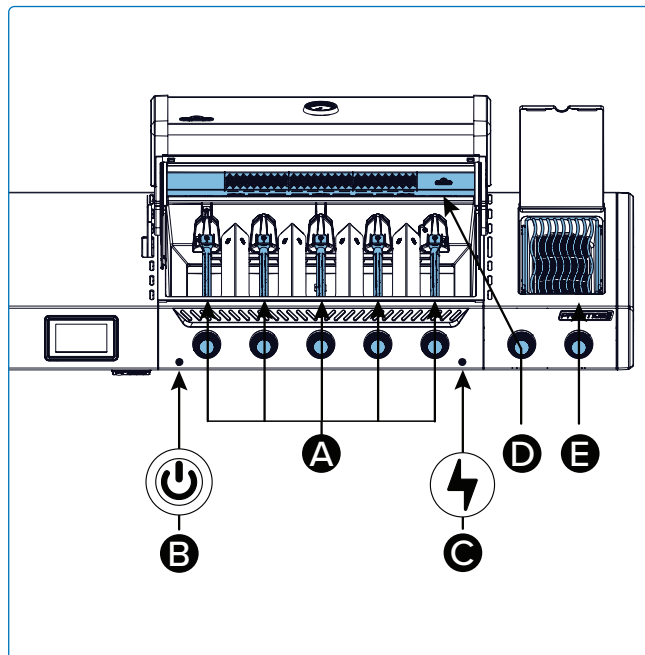

Fig. 6
5. Si el quemador no se enciende, gire la perilla de control del quemador en sentido horario hasta la posición OFF. Espere 5 minutos. Repita los pasos 3 y 4 (**Fig. 6**).